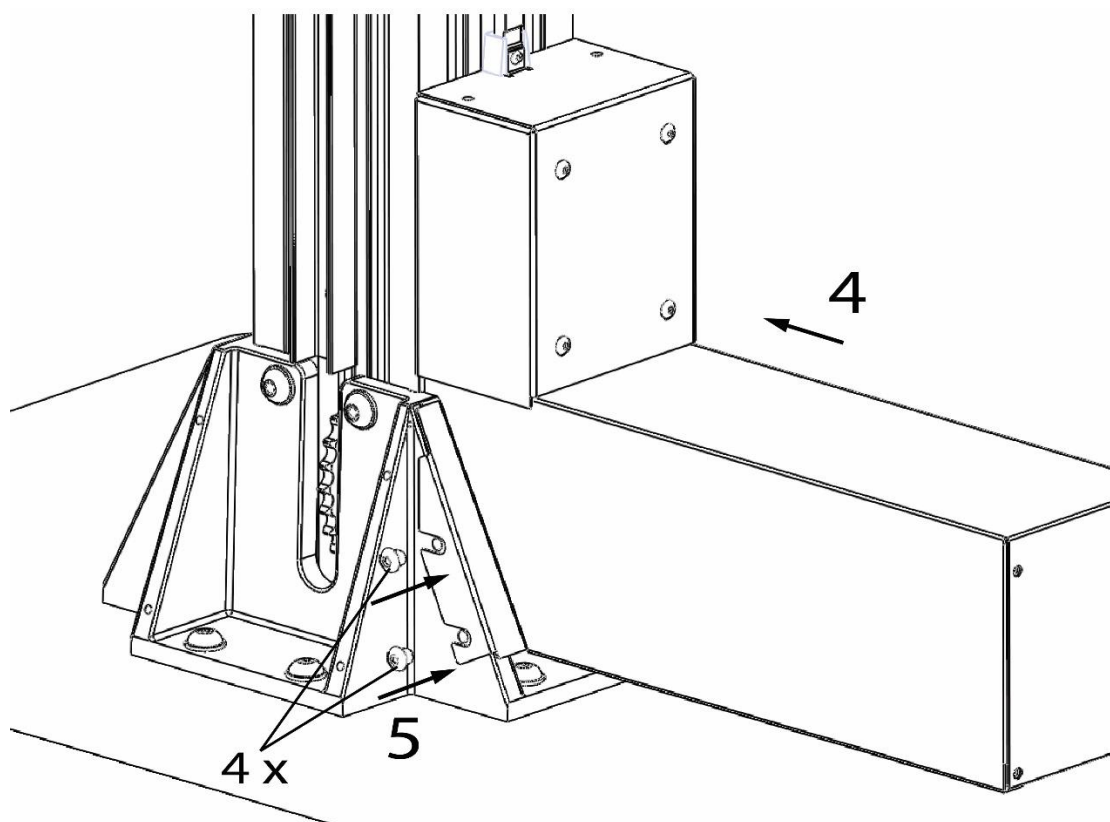

Figure 5 : Réinstallation du capot moteur
9. Réinstallez le couvercle moteur (**figure 5**).